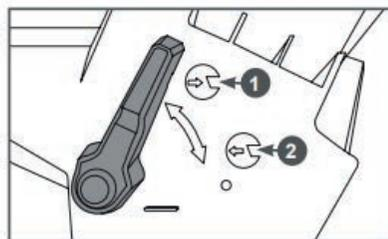

Рис. 8 Положения рычага переключения режимов работы
- определить режим/режимы использования устройства. Переключение режима работы (воздуходувка или пылесос) осуществляется переключателем 1 (Рис.8).